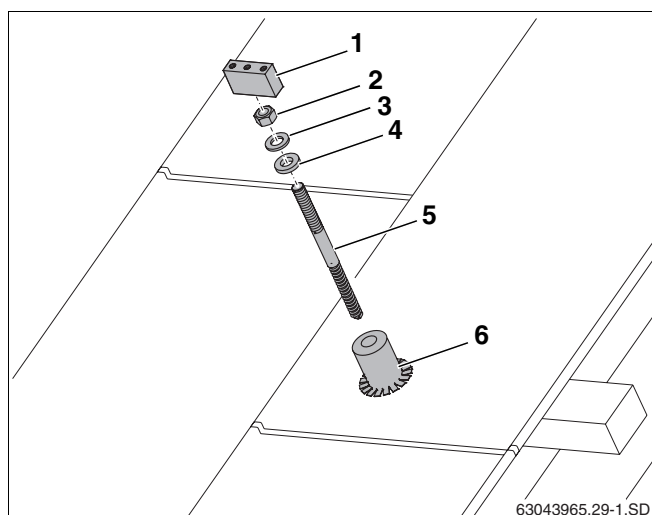

Fig. 27 Montage sur le toit en tôle
Pour la fixation des rails profilés, utiliser des pattes à vis (fig. 27, **pos. 5**) à la place des crochets de fixation. Pour le montage, veuillez respecter les écartements indiqués (w, x et y) entre les pattes à vis (tabl. 5 et tabl. 6, page 14).
Pour pouvoir garantir l'étanchéité du toit, souder des gaines sur site pour les pattes à vis (fig. 27, **pos. 5**) (fig. 27, **pos. 6**) dans le toit en tôle.